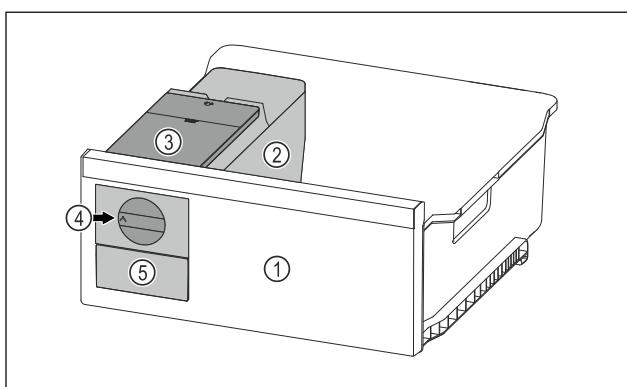

Fig. 70 Beispielhafte Darstellung
- Drehknopf Fig. 70 (4) im Uhrzeigersinn bis zum Anschlag drehen.
- Eiswürfel fallen aus der Eiswürfelschale in das Eiswürfelschubfach Fig. 70 (5). Wenn sich nicht alle Eiswürfel aus der Eiswürfelschale herauslösen: